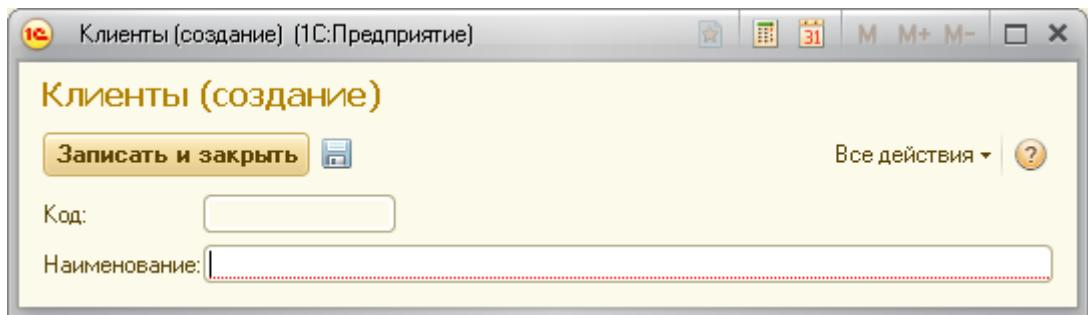

Рисунок 25 Проверка заполнения наименования
- Откройте двойным щелчком левой кнопки мыши справочник «Клиенты». На вкладке «Данные» нажмите кнопку «Стандартные реквизиты», сделайте двойной щелчок по реквизиту «Наименование», справа в свойстве «Проверка заполнения» выберите «Выдавать ошибку». При наличии такого свойства при работе в режиме «1С:Предприятия» реквизит окажется обязательным для заполнения и будет выделяться красным подчеркиванием (рис. 25).